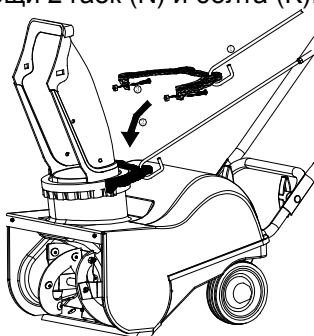

Рис. 6
4. Установите регулировочное кольцо (D) (Рис.6) . Вставьте стержень (F) в отверстие регулировочного кольца (D), закрепите регулировочное кольцо (D) при помощи 2 гаек (N) и болта (K).